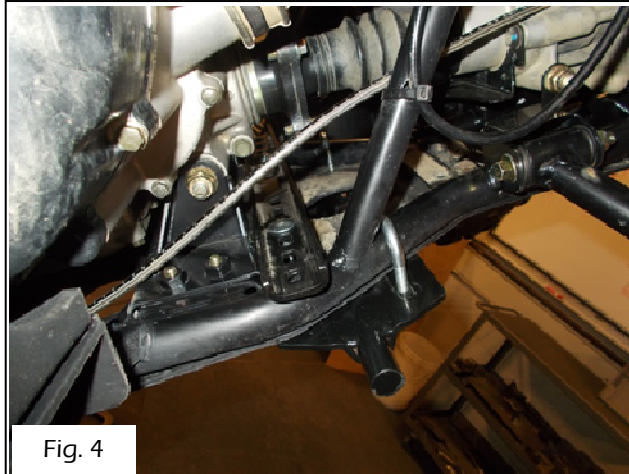

Fig. 4
- 5) Passez la bride de fixation [05] dans le châssis et maintenez-la en place à l'aide de deux (2) boulons de carrosserie M8-1.25 x 60 mm [01]. Passez deux (2) boulons en U [07] dans les trous préalablement percés (consultez les figures 4 et 4.1).
- 5) Pass the fixation plate **05** in the frame and hold it in place using two (2) M8-1.25 x 60 mm carriage bolts **01**. Pass two (2) U-bolts **07** in the holes previously drilled (see Figures 4 and 4.1).